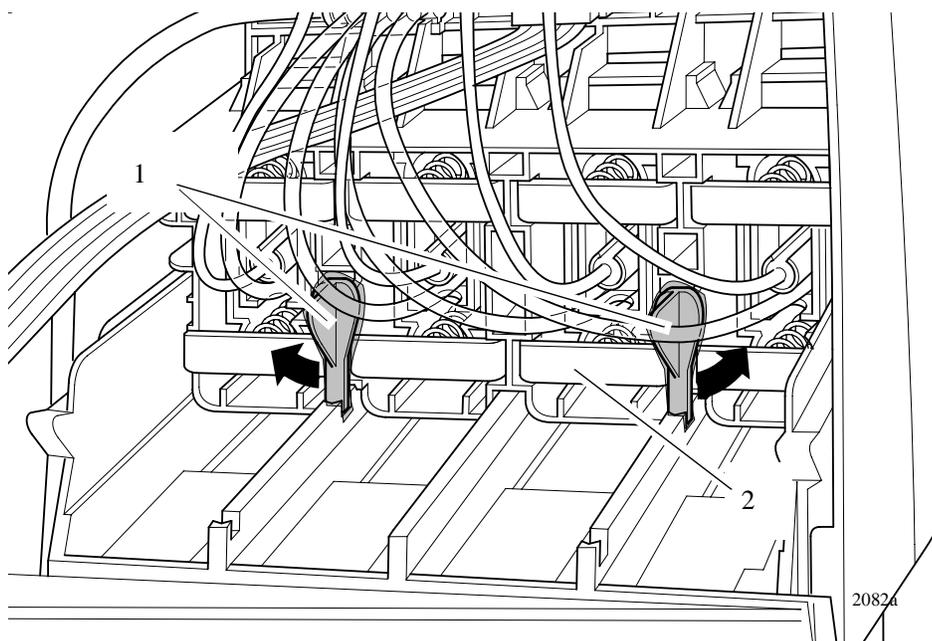

Figura 58: "Latches"
9. Tuerza hacia fuera los dos “latches” (ítem 1) en la parte posterior del “ink cartridge tube connector” (ítem 2). Esto liberará totalmente el “assembly” (consulte la Figura 58).